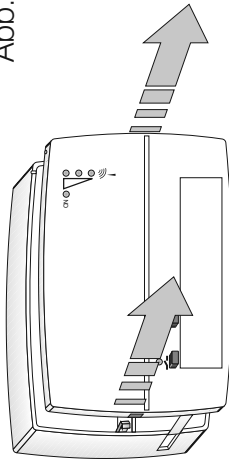

Abb. 4.i
- Ziehen Sie das Frontteil von der Basis ab (der Widerstand entsteht durch die Verbindungsstifte der Klemmen) Abb. 4.i.